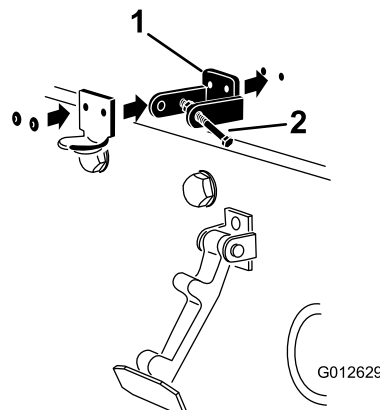

Figura 7
4. Ao alinhar os furos de montagem, posicione o suporte do trinco e o suporte do trinco do capot no capot (Figura 7).
6. Aplique rebites nos suportes e nas anilhas ao capot (Figura 7).